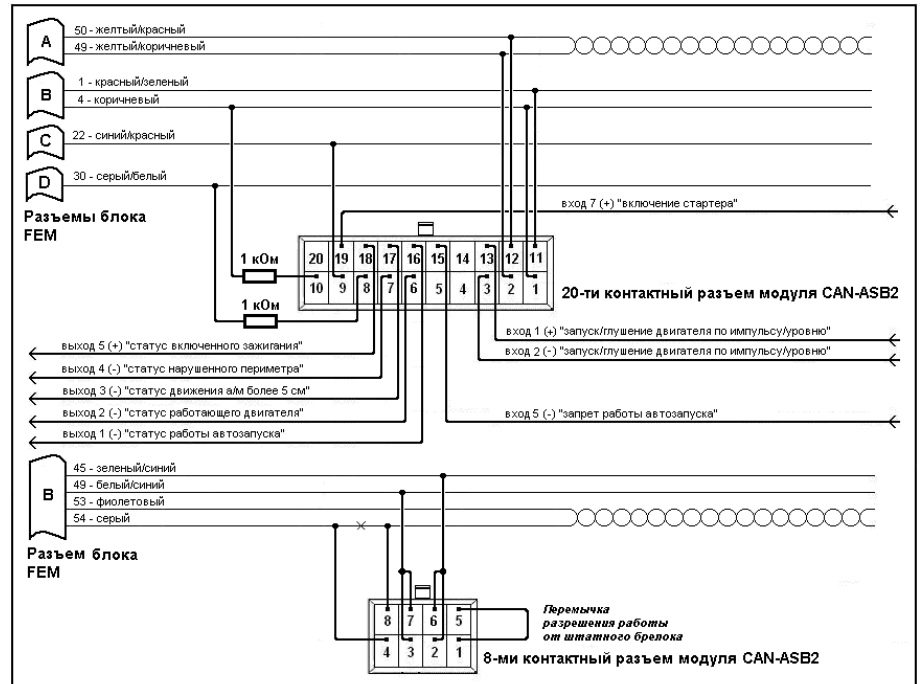

Рис. 4. Схема подключения модуля CAN-ASB2 на а/м BMW 1(F20), 3(F30)
- 2.13 Скоммутируйте провода 20-ти контактного и 8-и контактного разъемов модуля с проводами разъемов «А» «В» «С» и «D» блока FEM (Рис. 5), а также с устанавливаемым дополнительным оборудованием согласно схемы и таблицы подключения (Рис.4, Таб.3,4).